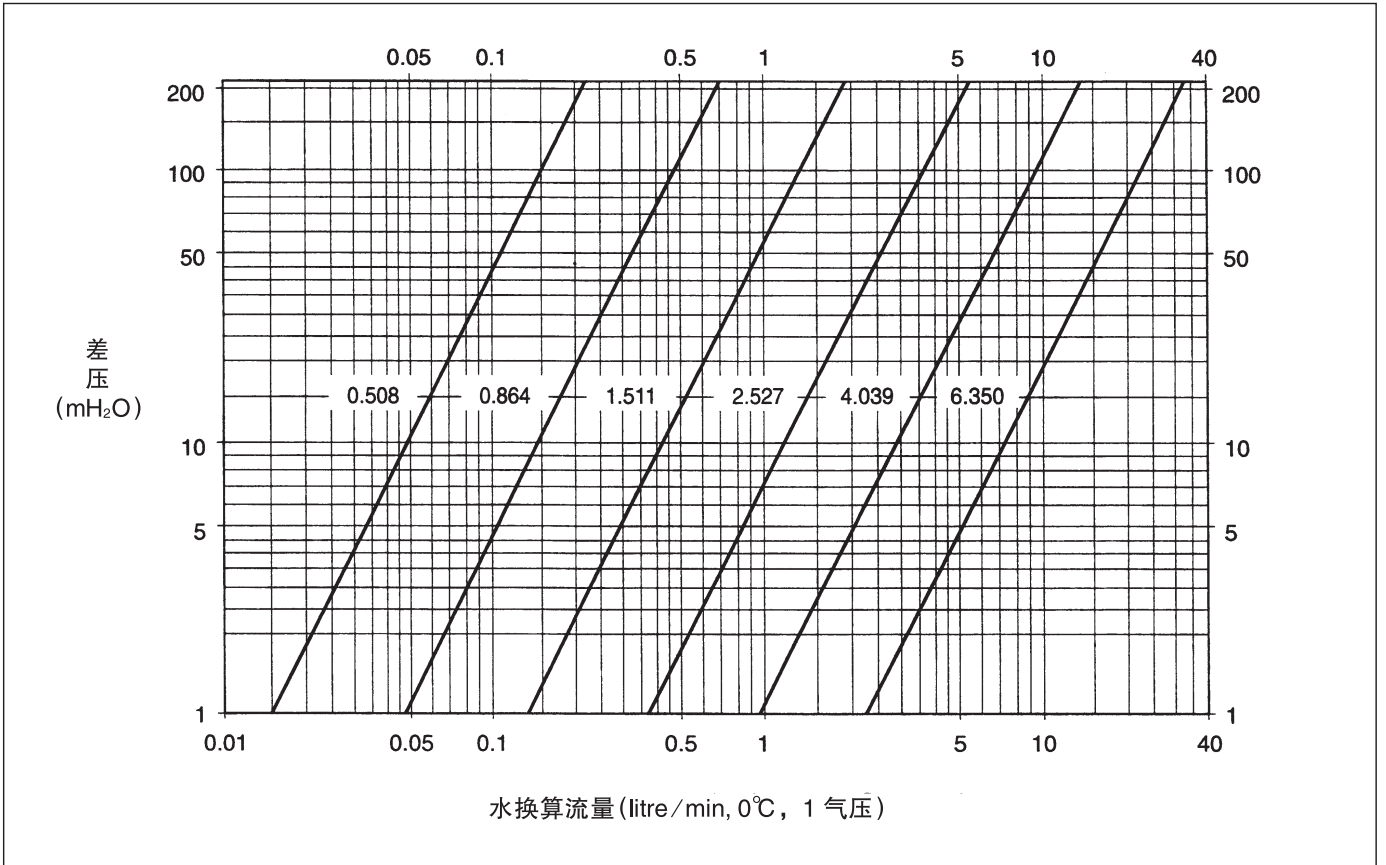
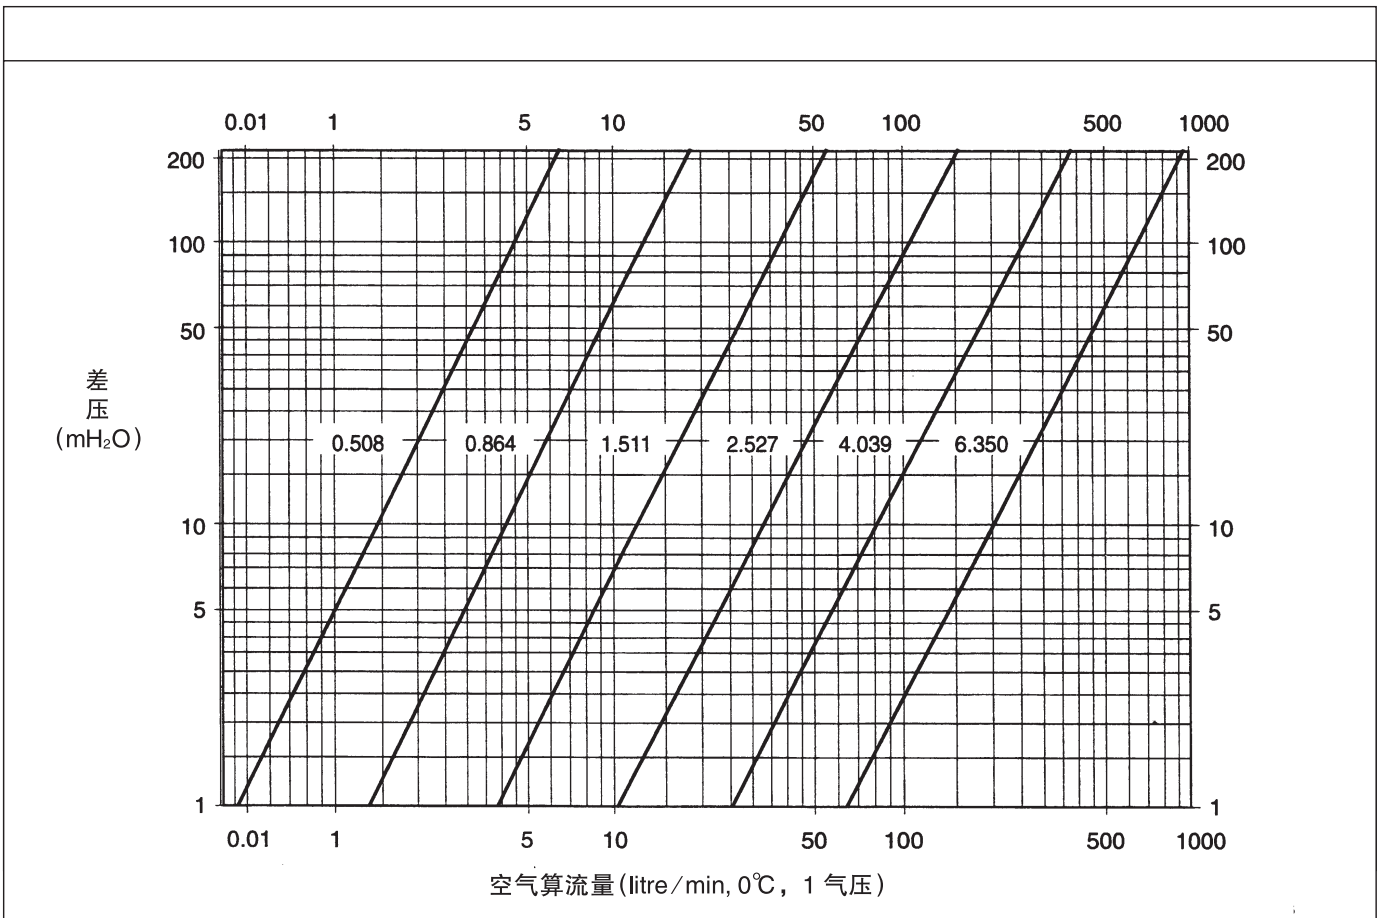

图 7.5.1 水换算流量与差压的关系
图 7.5.2 空气换算流量与差压的关系
(2) 按(1)项求得的水或空气换算流量, 用图 7.5.1 或图 7.5.2 求出差压。再把 Q_w 或 Q_0 乘上 1000/60 将流量单位换算成升/分。
(3) 根据压力损耗等其他条件, 选定节流嘴孔径。
(4) 根据需要计算常用流量时的雷诺数, 补偿按(2)项所示而求得的差压。